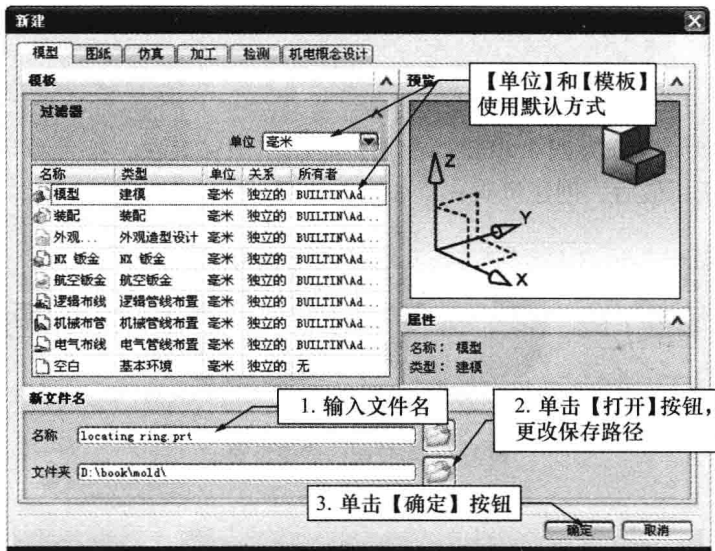

图 1-4 【新建】对话框和新建文件步骤
(2) 新建 NX 文件。在【标准】工具条中单击【新建】按钮,弹出【新建】对话框,如图 1-4 所示。按照图 1-4 所示的步骤操作,将弹出 NX 8.0 标准显示界面,如图 1-5 所示。标准显示界面的描述如表 1-1 所示。